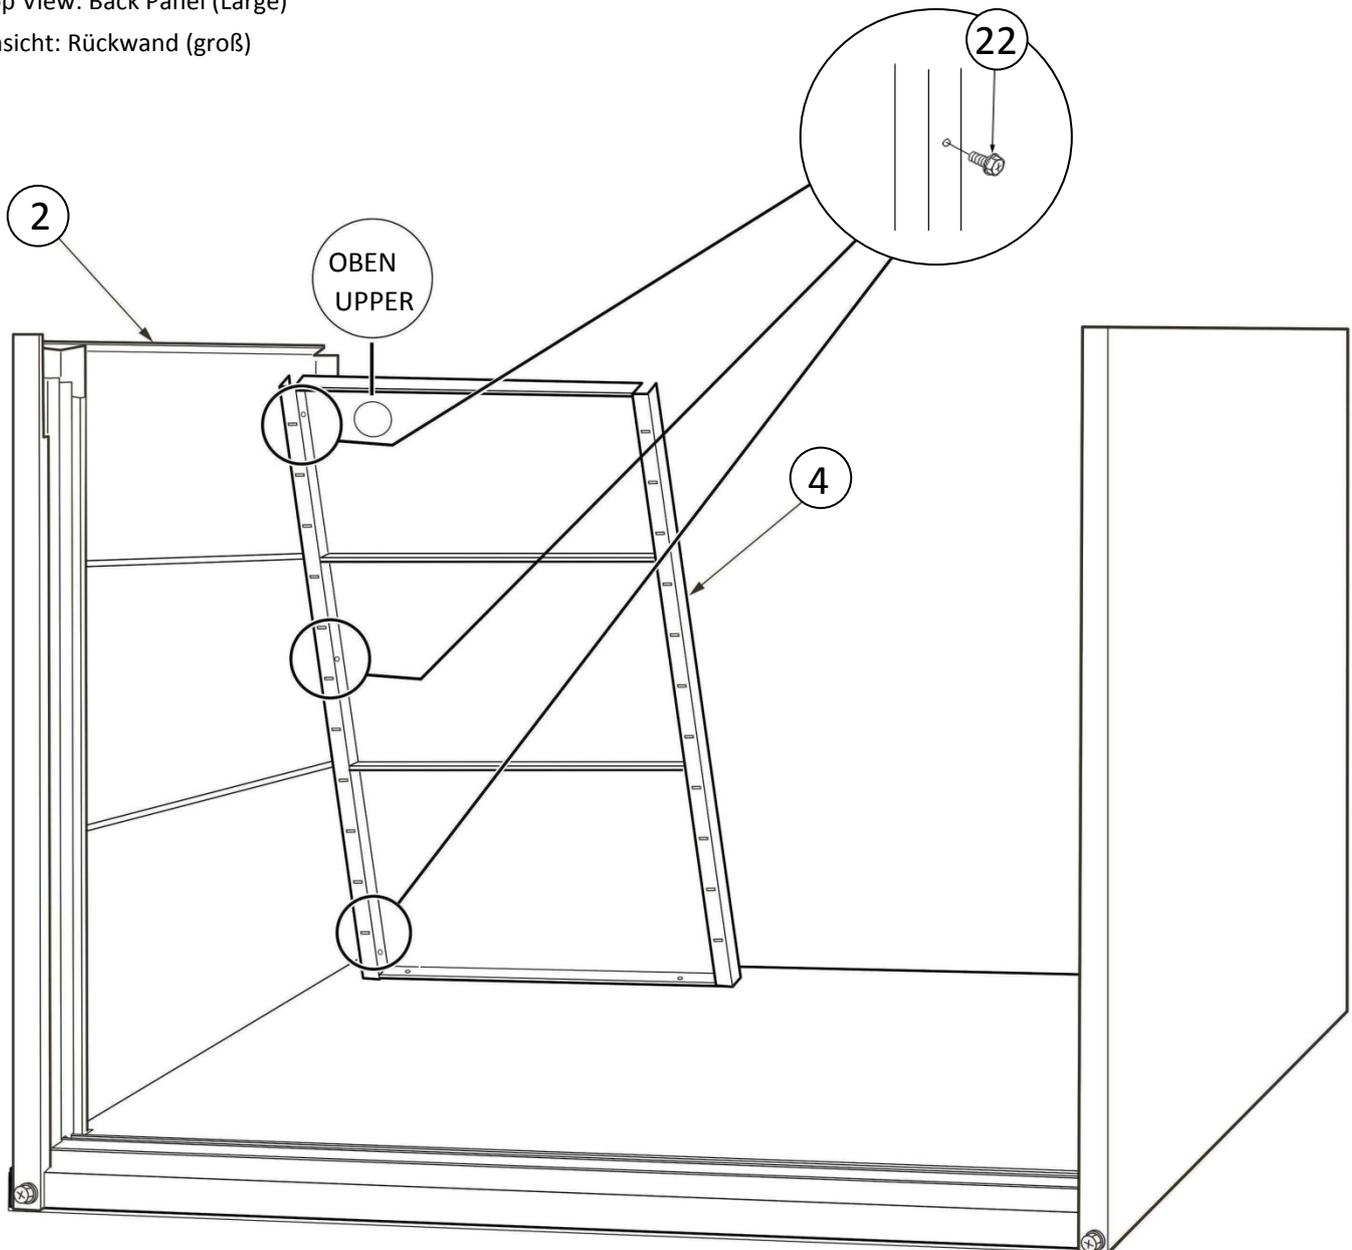

Figure 3.
(GB) Combine [Part 4] Back Panel (Large) with [Part 2] Side Panel (Left) and secure using 3no. [Part 22] Hexagon Bolt with Rubber Washer as shown in Figure 3.
(D) Verbinden Sie die Rückwand (groß) [Teil 4] mit der Seitenwand (links) [Teil 2] und sichern Sie diese mit 3 Sechskantschrauben [Teil 22] mit Gummischeibe, wie in Abbildung 3 gezeigt.